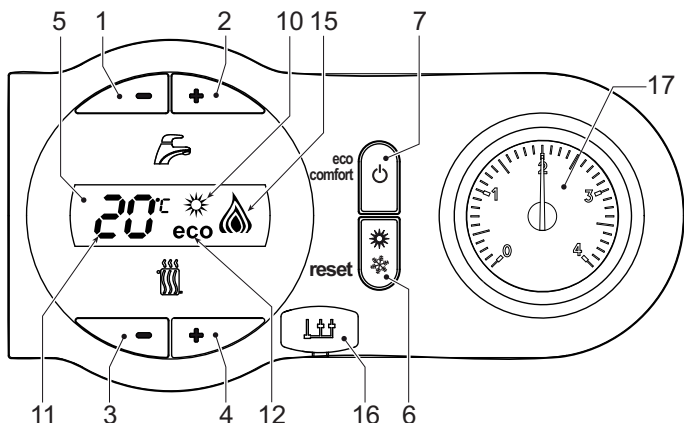
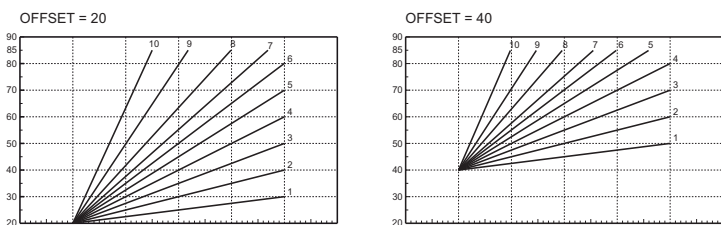

fig. 1 - Pannello di controllo
fig. 6 - Esempio di spostamento parallelo delle curve di compensazione
**Legenda pannello fig. 1**
Durante la richiesta riscaldamento (generata da Termostato Ambiente o Cronocomando Remoto), il display visualizza l'attuale temperatura della mandata riscaldamento (part. 11 - fig. 1) e durante il tempo di attesa riscaldamento la scritta "d2"
Durante la richiesta sanitario (generata dal prelievo d'acqua calda sanitaria), il display visualizza l'attuale temperatura d'uscita dell'acqua calda sanitaria (part. 11 - fig. 1) alterata alla scritta "SA" (sanitario) e durante il tempo di attesa sanitario la scritta "d1".
In caso di anomalia (vedi cap. 4.4) il display visualizza il codice di guasto (part. 11 - fig. 1) e durante i tempi di attesa di sicurezza le scritte "d3" e "d4".
Premere il tasto on/off (part. 7 - fig. 1) per 5 secondi.
Quando la caldaia viene spenta, la scheda elettronica è ancora alimentata elettricamente. È disabilitato il funzionamento sanitario e riscaldamento. Rimane attivo il sistema antigelo. Per riaccendere la caldaia, premere nuovamente il tasto on/off (part. 7 fig. 1) per 5 secondi.
Premere il tasto estate/inverno (part. 6 - fig. 1) per 2 secondi.
Il display attiva il simbolo Estate (part. 10 - fig. 1): la caldaia erogherà solo acqua sanitaria. Rimane attivo il sistema antigelo.
Per disattivare la modalità Estate, premere nuovamente il tasto estate/inverno (part. 6 - fig. 1) per 2 secondi.
Agire sui tasti riscaldamento (part. 3 e 4 - fig. 1) per variare la temperatura da un minimo di 30°C ad un massimo di 85°C; si consiglia comunque di non far funzionare la caldaia al di sotto dei 45°C.
Agire sui tasti sanitario (part. 1 e 2 - fig. 1) per variare la temperatura da un minimo di 40°C ad un massimo di 50°C.
Il dispositivo può essere disattivato dall'utente (modalità ECO) premendo, il tasto eco/comfort (part. 7 - fig. 1). In modalità ECO il display attiva il simbolo ECO (part. 12 - fig. 1). Per attivare la modalità COMFORT premere nuovamente il tasto eco/comfort (part. 7 - fig. 1).
Con regolazione a Temperatura Scorrevole, la temperatura impostata attraverso i tasti riscaldamento (part. 3 - fig. 1) diviene la massima temperatura di mandata impianto. Si consiglia di impostare al valore massimo per permettere al sistema di regolare in tutto il campo utile di funzionamento.
Premendo il tasto **reset** (part. 6 - fig. 1) per 5 secondi si accede al menù "Temperatura scorrevole"; viene visualizzato "CU" lampeggiante.
Agire sui tasti sanitario (part. 1 - fig. 1) per regolare la curva desiderata da 1 a 10 secondo la caratteristica. Regolando la curva a 0, la regolazione a temperatura scorrevole risulta disabilitata.
Premendo i tasti riscaldamento (part. 3 - fig. 1) si accede allo spostamento parallelo delle curve; viene visualizzato "OF" lampeggiante. Agire sui tasti sanitario (part. 1 - fig. 1) per regolare lo spostamento parallelo delle curve secondo la caratteristica (fig. 6).
Premendo nuovamente il tasto **reset** (part. 6 - fig. 1) per 5 secondi si esce dal menù "Temperatura Scorrevole".